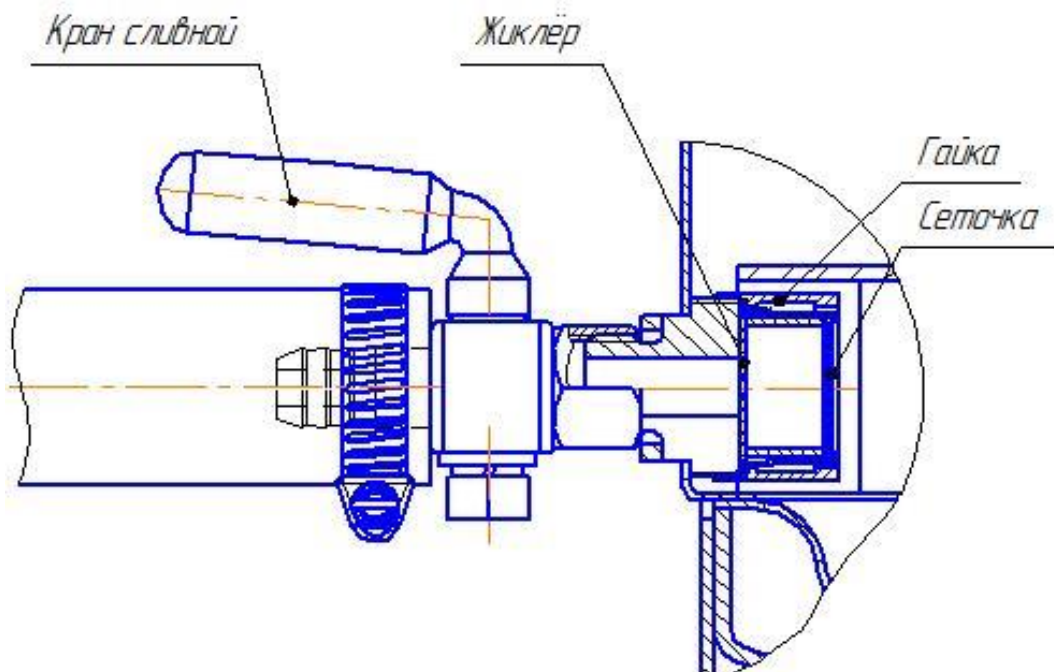

Рис. 5 Кран сливной
5.21. В случае затруднения сброса воды, перед следующей стерилизацией необходимо промыть (продуть) жиклёр (рис. 5). Для этого: открутить гайку, извлечь жиклёр, открыть кран, тщательно промыть отверстие жиклёра и сеточку проточной водой (продуть воздухом). После чистки и мойки, установить все в обратном порядке.